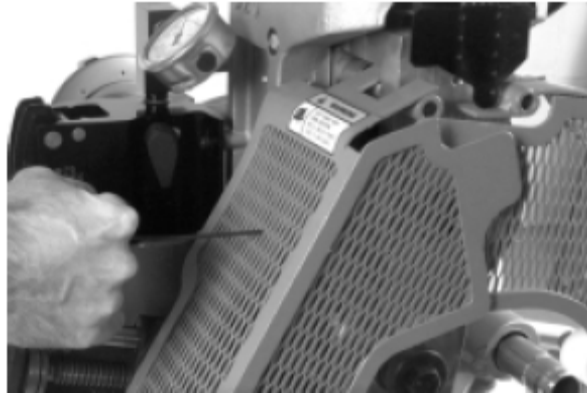

图18 — 松开上部滚沟轮螺栓
2. 拧松（三圈）上部滚沟轮的螺栓（见图18），不要把它们拆下来。